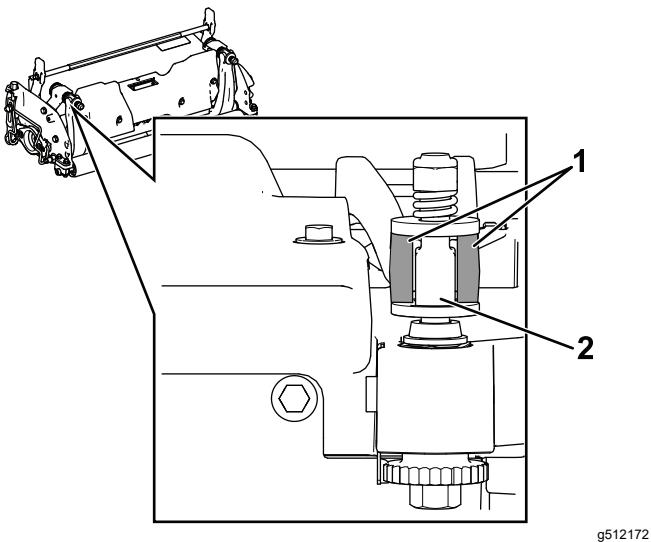

Figure 21
**Important:** Centrez les dispositifs de réglage DPA dans les languettes de la barre d'appui, comme montré à la Figure 21.